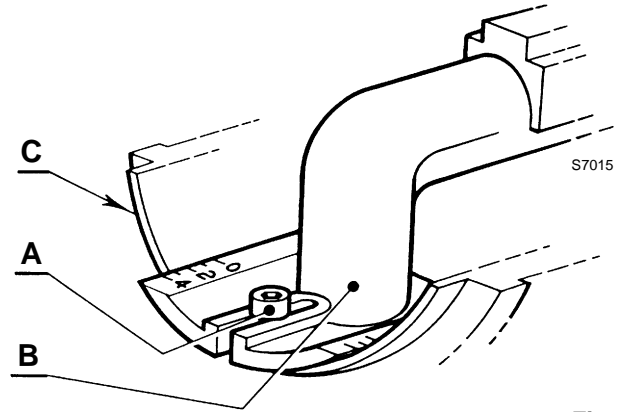

Fig. 12
- aflojar el tornillo A)(Fig. 12), desplazar el codo B) de manera que el plano trasero del manguito C) coincida con la marca deseada;